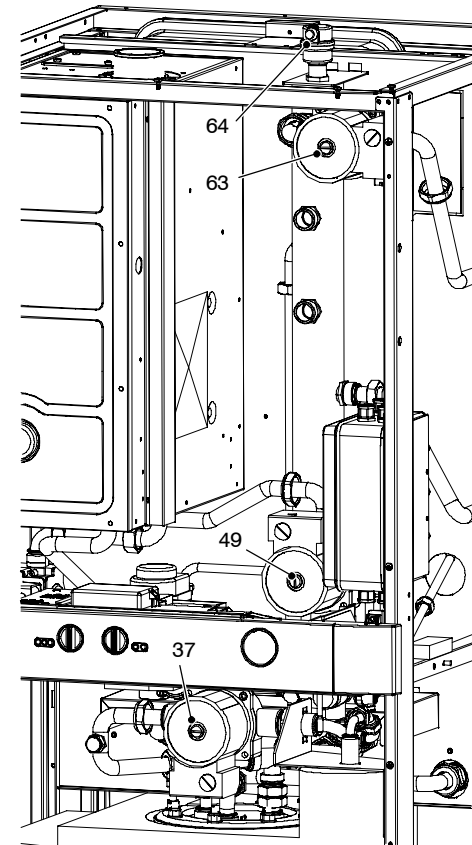

fig. 6.3
- 15 Togliere il tappo 37 in fig. 6.3 della pompa sanitaria e sbloccare la pompa ruotando il rotore con un cacciavite.
- 8 Allentare il tappo della valvola di sfiato automatico (64 in fig. 6.3).
- 12 Togliere il tappo 49 e 63 in fig. 6.3 e sbloccare le pompe ruotando il rotore con un cacciavite. Durante questa operazione sfiatare le pompe.